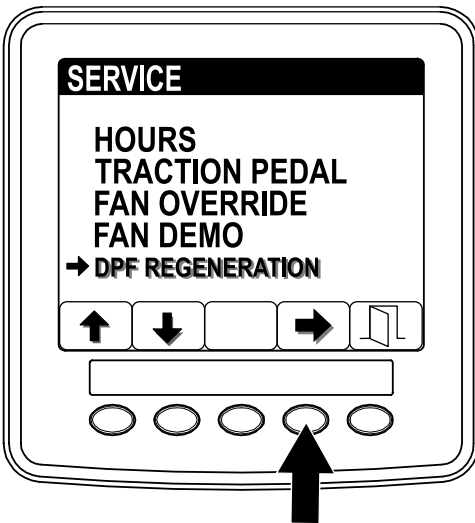

Figure 35
1. Dans le menu Entretien, appuyez sur le bouton 1 ou 2 pour naviguer jusqu'à l'option DPF REGENERATION (régénération du FAP) (Figure 35).
2. Appuyez sur le bouton 4 pour sélectionner l'option DPF Regeneration (régénération du FAP) (Figure 35).